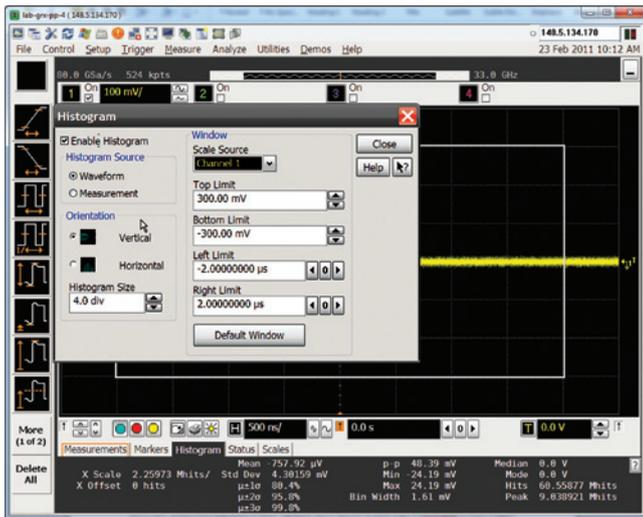

图 3. 是德科技示波器的直方图测量窗口
7. 是德科技和 Tektronix 都提供垂直直方图功能，这是将结果与 AC RMS 测量值进行比较的最佳方法。这些厂商的示波器都能够进行垂直直方图测量。对于是德科技示波器，可通过以下选择完成测量：Analyze → Histogram → Enable Histogram → Orientation to Vertical(图 3)。使用直方图窗口的 Std Dev 测量，请注意它应与 AC RMS 测量值相同。